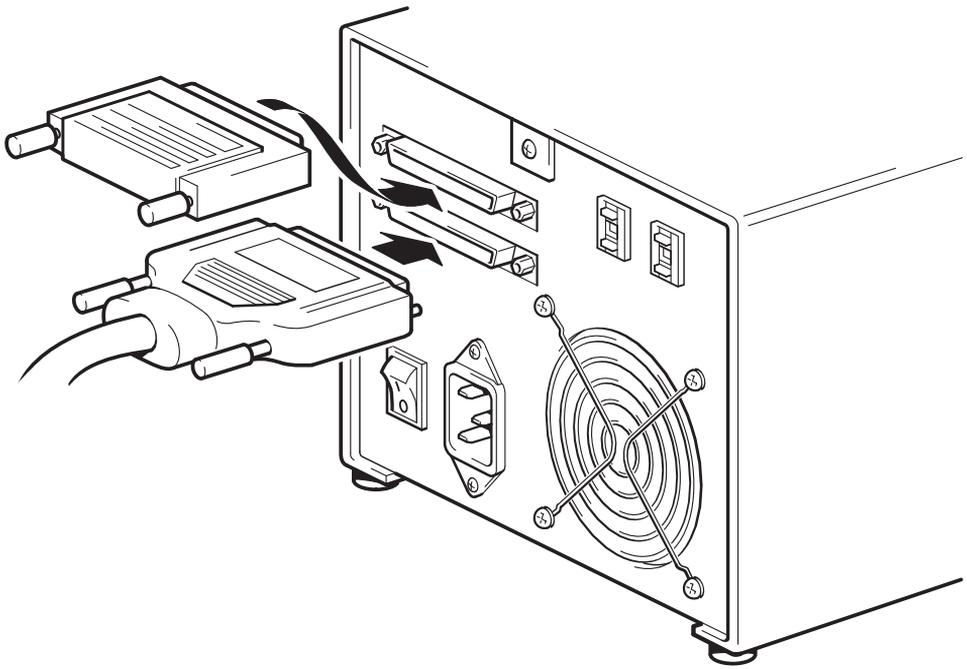

Figure 6 : connexion du câble SCSI
- 4** Effectuez la connexion HD du câble SCSI à l'un des connecteurs SCSI sur le panneau arrière du chargeur automatique et fixez-le en serrant les vis (voir figure 6).
- 5** Branchez la terminaison multimode sur l'autre connecteur SCSI du chargeur automatique et fixez-la à l'aide des vis. Cette terminaison détecte si l'adaptateur hôte de bus est asymétrique (SE) ou LVD et fournit automatiquement la terminaison appropriée.